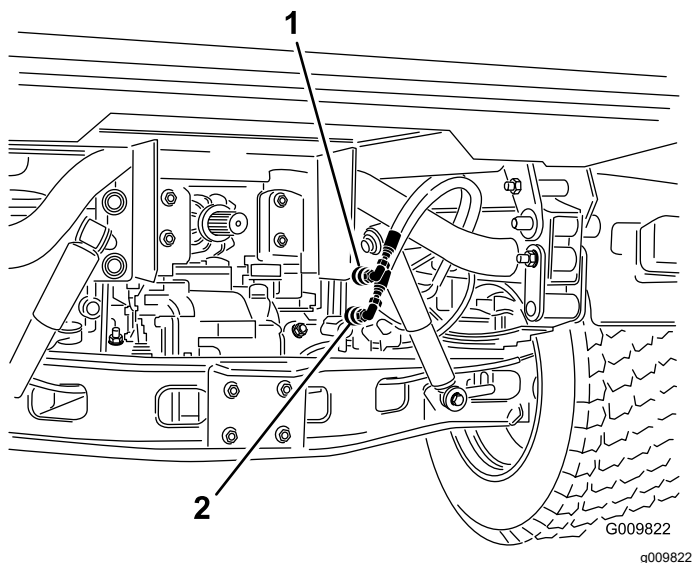

Figura 75
2. Scollegate i due tubi dei connettori rapidi dai tubi fissati alla relativa staffa, su entrambe le macchine (Figura 75).